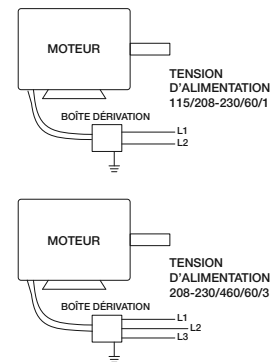

Figure 9 — Schéma de câblage typique
- Câbler le moteur pour la tension souhaitée conformément au schéma de câblage figurant sur le moteur ou au schéma de câblage à la Figure 9.